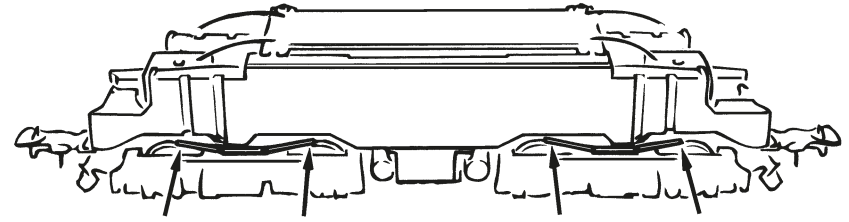
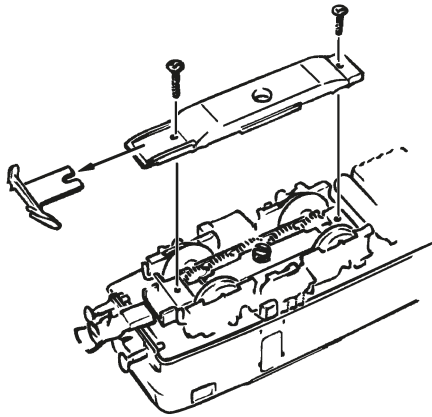

Fig. 6
Fig. 7
3. Haftreifenwechsel: Zuerst den Getriebedeckel abnehmen (Fig. 6). Danach den **Radsatz** herausnehmen und die **Haftreifen** mit einer Nadel od. mit einem feinen Schraubendreher abziehen (Fig. 7). Beim Aufziehen der neuen Haftreifen darauf achten, dass diese sich nicht verdrehen.
3. Change of traction tyre: Remove the gear cover (fig. 6). Take out **wheel set** and remove **traction tyre** using a pin or a fine screwdriver (fig. 7). When pressing on the new traction tyre please **avoid twisting it**.
3. Échange des bandages d'adhérence: Démontez d'abord **le couvercle du carter des engrenages** des en-grenages (fig. 6). Délogez ensuite les essieux bandagés et enlevez, à l'aide d'une aiguille ou d'un tourne-vis fin, les bandages d'adhérence (fig. 7). Lors du montage des nouveaux bandages veuillez veiller à ce que les bandages **ne soient pas tor-dués**.